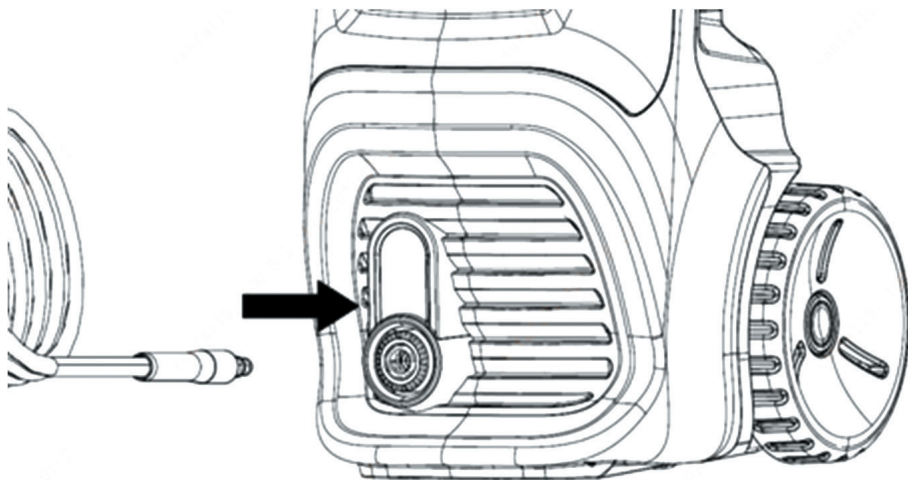

Рис. 8
7. Модель МВЭ 2116К имеет быстросъёмное соединение шланга высокого давления с выходным разъемом мойки. Расправьте шланг и подсоедините к разьему мойки, вставив штуцер в гнездо на передней панели мойки (рис. 8).